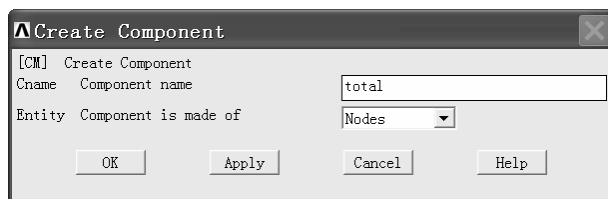
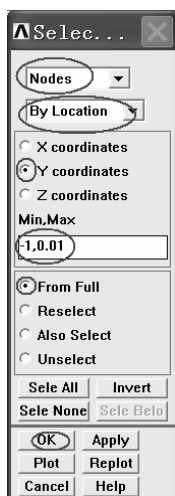

图 10-26 “Create Component” 窗口
图 10-27 “Selec...” 窗口
(2) Utility Menu>Comp/Assembly>Create Component..., 弹出“Create Component”窗口(见图 10-26)。在“Component name”后的方框中输入“total”, 在“Entity Component is made of”后的方框中选择“Nodes”, 然后单击“OK”按钮。
(3) 依次选择 Utility Menu>Select>Everything, 这一步非常重要, 别忘了。
(4) 依次选择 Utility Menu>Select>Entities..., 弹出“Selec...”窗口(见图 10-27)。在该窗口的第一个方框中选择“Nodes”, 在第二个方框中选择“By Location”, 选中“Y coordinates”, 在“Min, Max”下的方框中输入“-1, 0.01”再选中“From Full”前的单选框, 然后单击“OK”按钮。